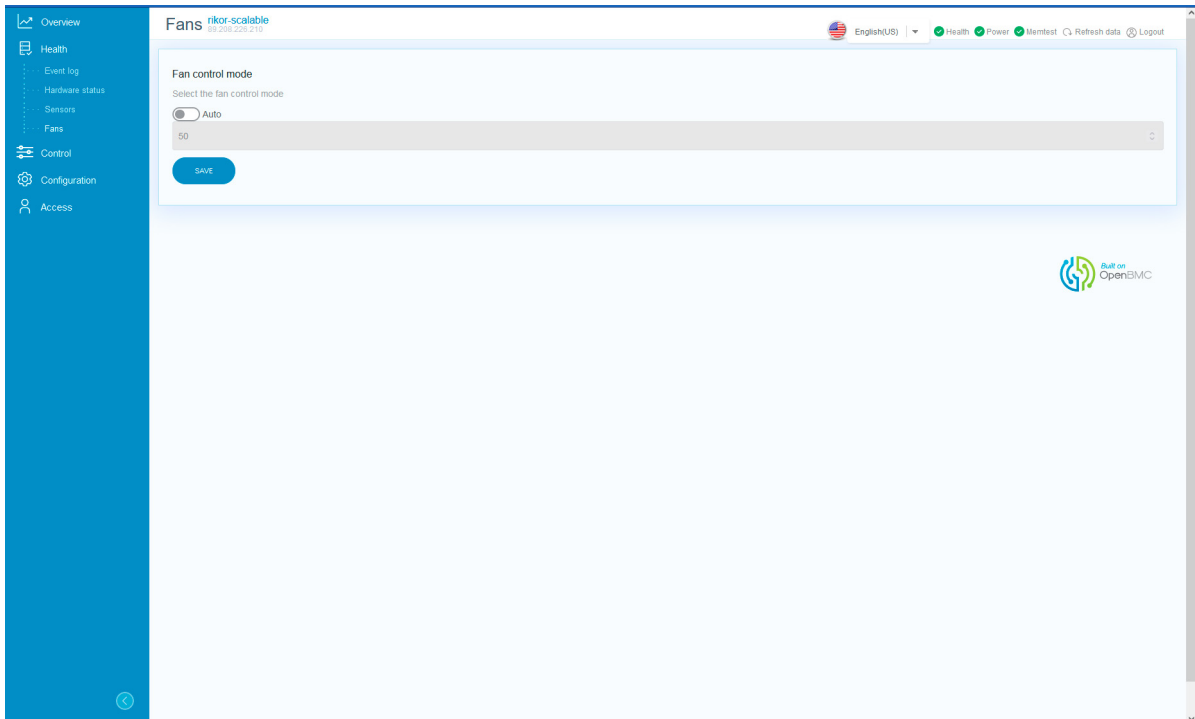

Рис. 81. Окно «Fans»
- 5) Пройдите во вкладку «Health» → «Fans» в данной вкладке отображается информация по вентиляторам установленным в сервере. В поле «Fan control mode» установите переключатель в активное положение чтобы управлять режимом работы вентиляторов охлаждения. В раскрывающемся списке выберите режим скорости вращения. Окно показано на рис. 81 Окно «Fans»